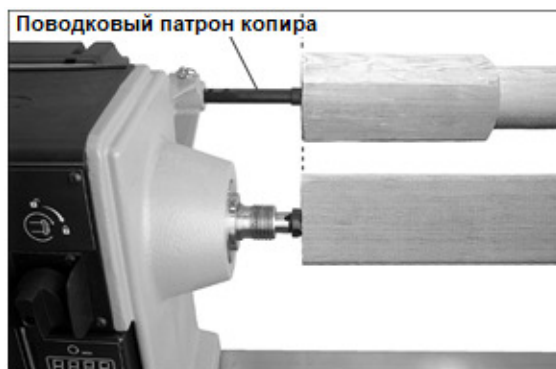

Рис. 8-6: копир
1. Установите вращающийся *четырёхзубцовый поводковый патрон* копира в кронштейн защитного ограждения, подняв фиксатор и вставив патрон так, чтобы его конец был на одном уровне с концом центра, установленного в передней бабке. См. Рис. 8-6. Фиксатор в кронштейне должен войти в одно из отверстий центра копира в этой позиции.